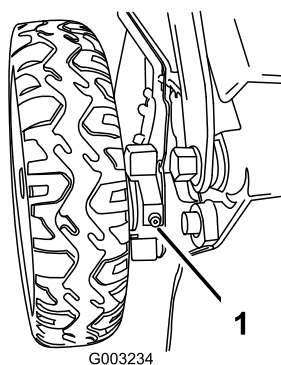

Рисунок 38
- Протрите масленки внутри задних зубчатых колес чистой материей (Рисунок 38).